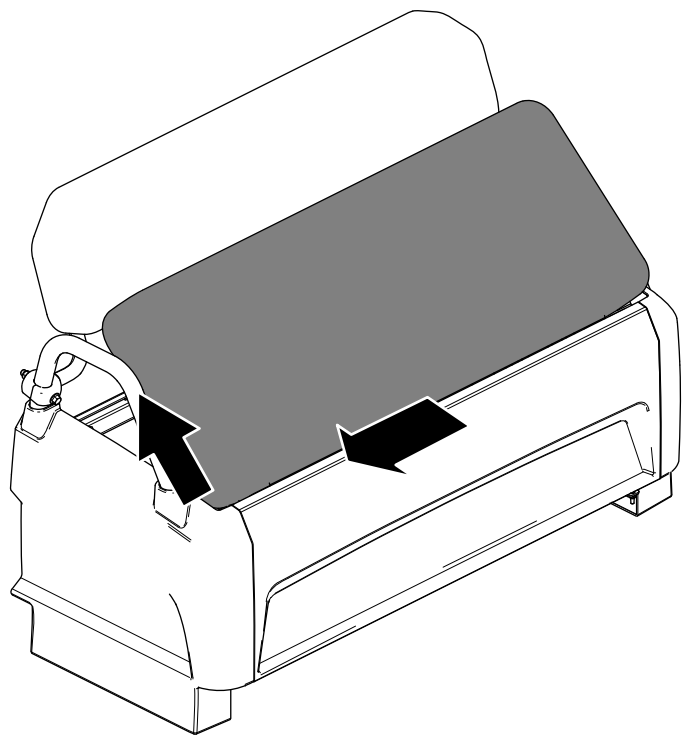

Figura 28
2. Deslice el cojín hacia un lado para liberarlo de los pasadores y levante el cojín (Figura 28).